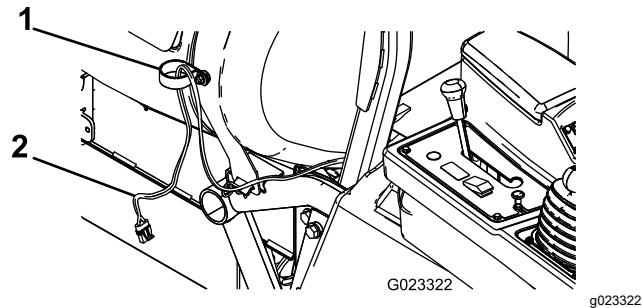

Bild 2
4. Befestigen Sie eine kleine R-Klemme mit einer Bundmutter (3/8") an der Schlossschraube, wie in **Bild 2** dargestellt.
5. Führen Sie das Ende des Kabelbaums mit der Schlauchtrommel durch die R-Klemme, wie in **Bild 2** abgebildet.